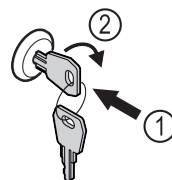

Fig. 206
- Sleutel erin duwen. Fig. 206 (1)
- Sleutel 90° rechtsom draaien. Fig. 206 (2)